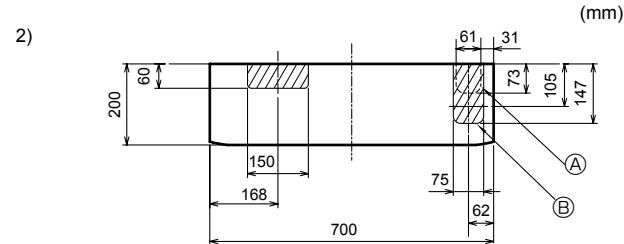

Fig. 3-8
2) Per tubazione in basso a destra o in basso a sinistra (Fig. 3-8)